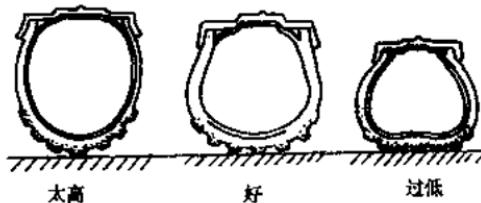

图 1-1 检查轮胎气压
(1) 检查喇叭、转向灯、制动灯、空档指示灯、转向指示灯等是否工作正常。
(2) 检查燃油箱油量、润滑油箱油量是否足够。
(3) 检查转向装置是否灵活且有无松动现象。
(4) 检查轮胎气压是否合适, 如图 1-1 所示。